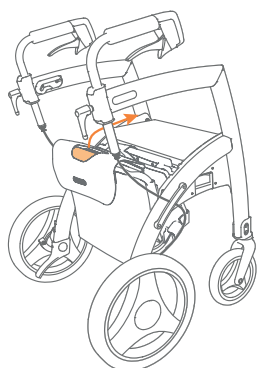

Abbildung 33: Ziehen Sie die Rückenlehne nach oben und vorne.
- b. Wenn Sie den Rollator in einen Rollstuhl verwandeln möchten, klappen Sie das Rollstuhlpaket aus. Fassen Sie den Griff des Rollstuhlpakets und ziehen Sie die Rückenlehne in Richtung Vorderseite bis zur Hälfte des Rahmens hoch, bis es nicht mehr weitergeht (**Abbildung 33**).